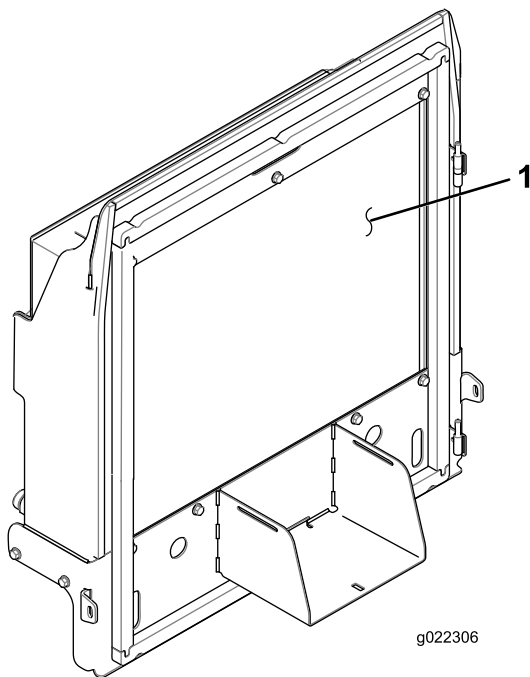

Figure 65
4. Nettoyez soigneusement les deux côtés du radiateur et du refroidisseur d'huile (Figure 65) à l'air comprimé.